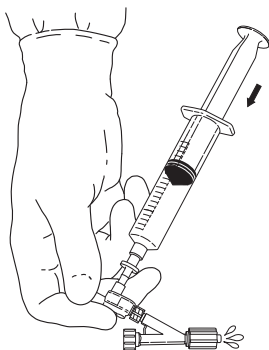

Abb. 3
5. Den Daumen auf den Injektionsport legen, um die restliche Luft zu entfernen. Die verbliebenen Luftblasen langsam aus dem Doppelrückschlagventil und dem Tuohy-Borst-Adapter spülen. **(Abb. 3)**